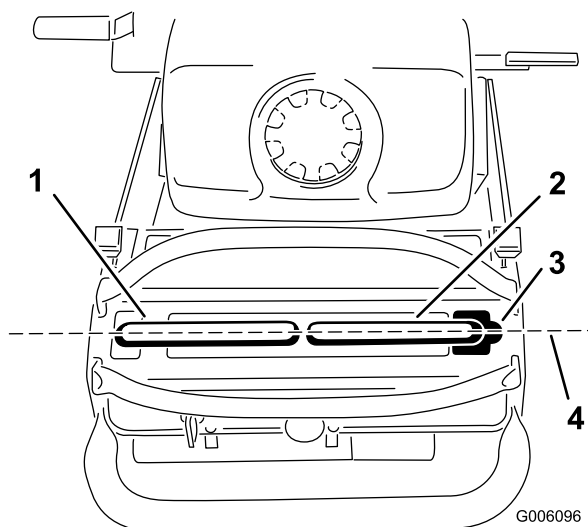

Figura 54
Importante: Compruebe el avance de la máquina después de ajustar las palancas de control de movimiento. Después de ajustar el avance, las palancas de control de movimiento pueden no quedar alineadas con precisión hacia adelante-atrás (Figura 54).
1. Una vez ajustada la alineación horizontal, compruebe la alineación hacia adelante-atrás (Figura 54).